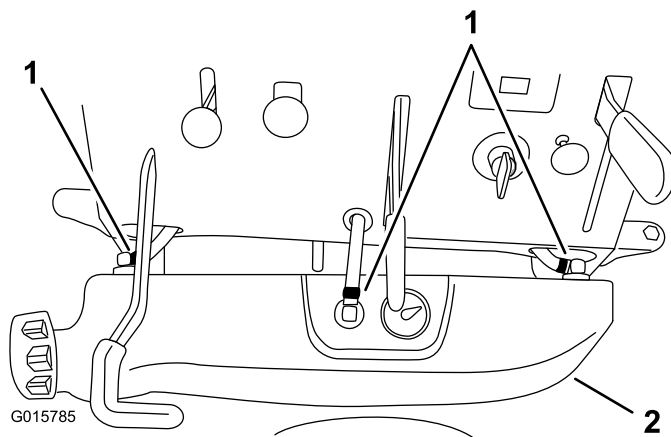

**Figure 3**
4. Débranchez le flexible et enlevez le collier du robinet situé sur le côté du moteur, et coupez le serre-câble en plastique (Figure 3).
7. Retirez le boulon à épaulement et le ressort de compression de la poignée de levage du plateau (Figure 3).